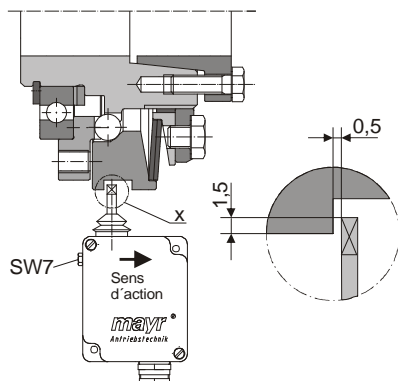

Fig. 14
**Le détecteur mécanique est unidirectionnel et agit en direction de l'écrou de réglage (5), ou de la course de la pièce de commande (3), fig. 14.**